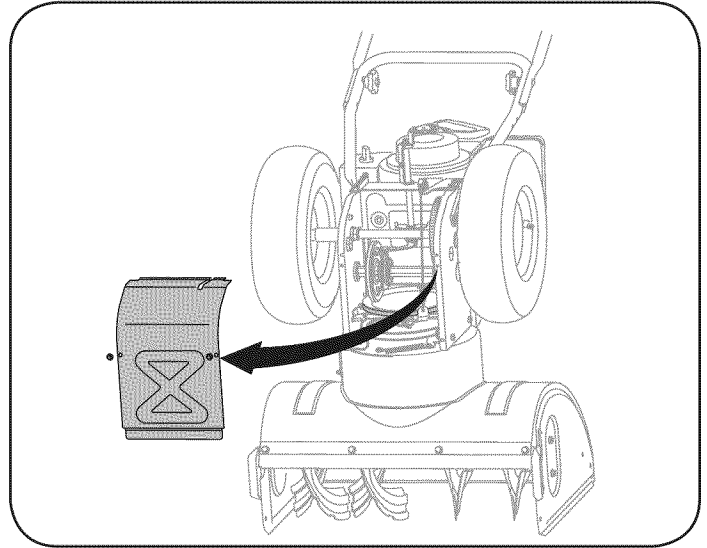

Figura 28
5. Saque la cubierta del marco desde debajo de la máquina quitanieve retirando los tornillos autorroscantes que la aseguran. Vea la figura 28.
- Saque la cubierta del marco desde debajo de la máquina quitanieve retirando los tornillos autorroscantes que la aseguran. Vea la figura 28.